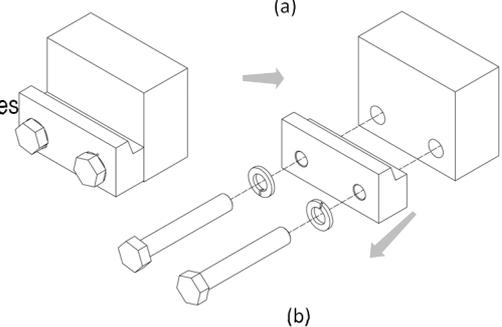

Figure 10
4. Retirer les crochets inférieurs de l'équipement (voir *Figure 10*).